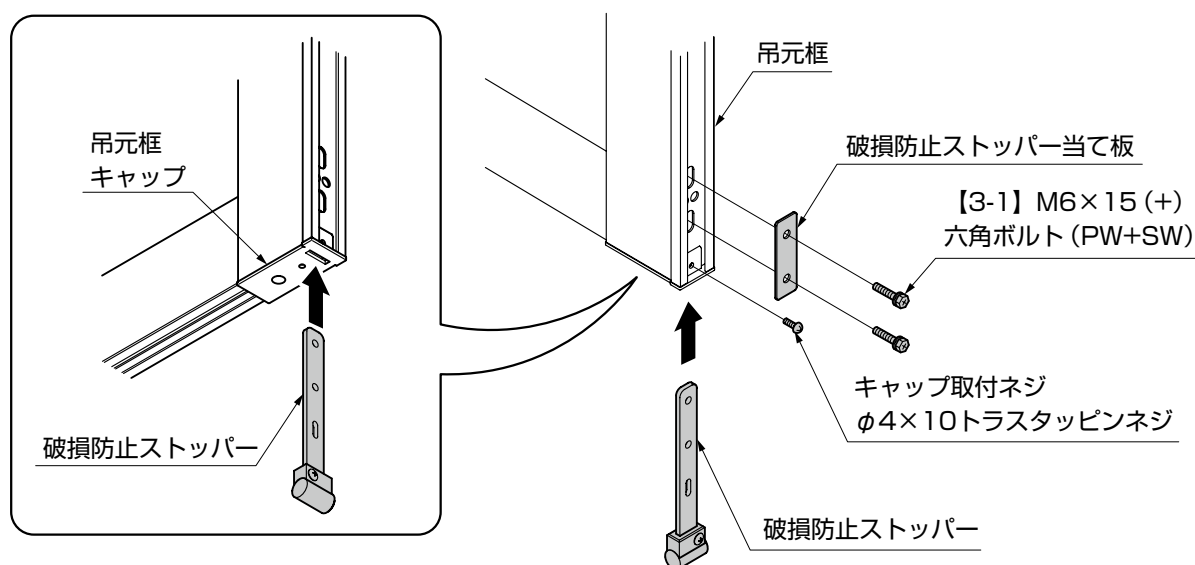

図3-2 吊元框の場合
- 標準柱の場合は、吊元框にも同様に取付けてください。(図3-2参照)